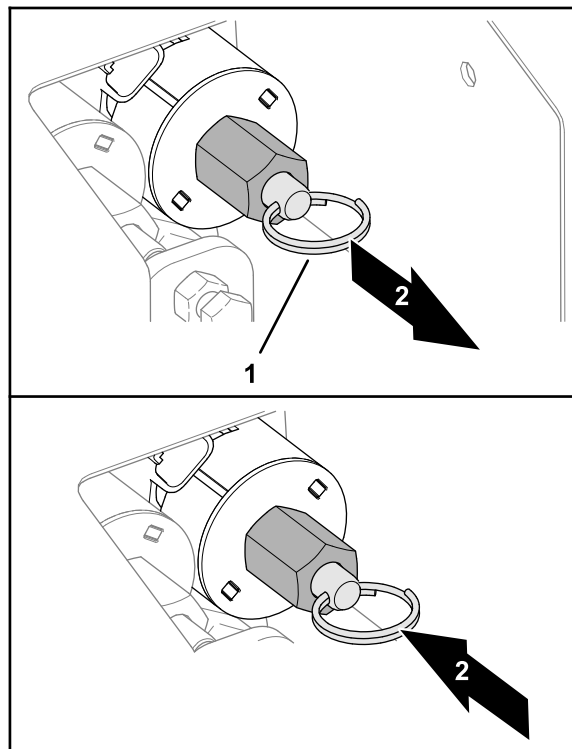

Figure 31
- Pour baisser la trémie (Figure 31), tirez sur l'anneau de la tige de la vanne.
- Pour lever la trémie (Figure 31), poussez l'anneau fendu sur la tige de la vanne.